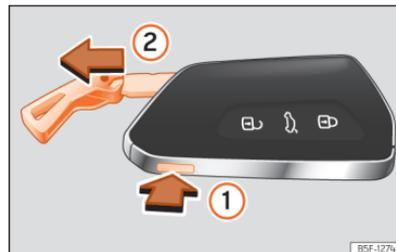

Abb. 69 Fahrzeugschlüssel: Schlüsselbart herausziehen.
- Drücken Sie die Taste » (Abb. 69) ①, um die Öse als Schlüsselband freizugeben und den Schlüsselbart herauszuziehen ②. Durch leichten Druck auf die Öse wird diese als Schlüsselband freigegeben.
- Zum Entriegeln drücken Sie die Taste »» (Abb. 69) ①. Halten Sie die Taste ① gedrückt und ziehen Sie gleichzeitig die Öse in Pfeilrichtung »» (Abb. 69) ②, um den Schlüsselbart vollständig herauszuziehen.